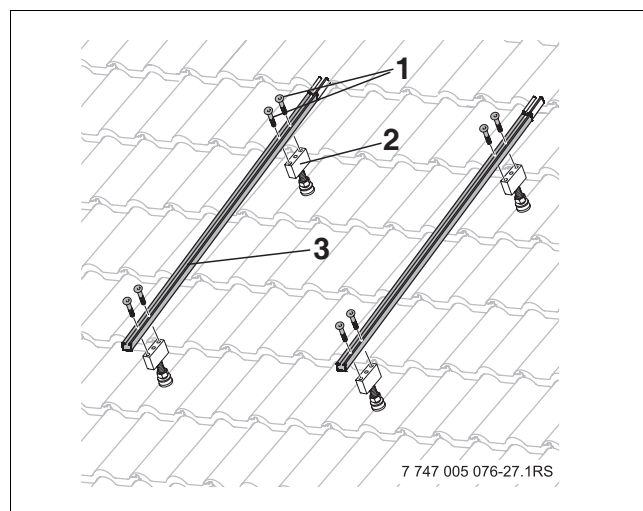

Fig. 42 Fixer le rail profilé-capteur à l'écrou-cage
- Fixer les rails profilés-capteur (fig. 42, [3]) à l'aide de deux vis [1] à l'écrou-cage [2] en commençant dans le trou long inférieur.